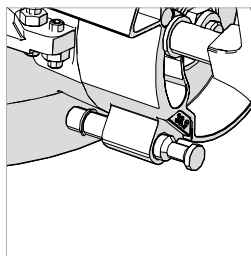

Fig. 45
Avvertenza: Un bloccaggio sicuro è fornito a 33,9° dell'angolo di smusso. Esso può essere raggiunto mettendo in funzione (spingendo verso l'interno) il perno di smusso a 33,9°. (**Fig. 45**) Di norma il perno di smusso dovrebbe essere lasciato nella sua posizione di riposo (non inserito).
- Mettere in funzione il perno di smusso a 33,9° ingaggiandolo del tutto nel suo alloggiamento. (**Fig. 45**)